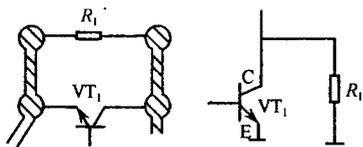

图 1-93 晶体管对在路测量电阻器的影响
④ R 远小于所测电阻器的标称阻值,但也远大于 0Ω ,约为几千欧。这种情况下也不能准确说明所测量电阻器存在阻值变小现象,可用如图 1-93 所示电路来说明这一点。
从图 1-93 中可以看出,在电阻 R_1 上并有晶体管 VT_1 的集电极、发